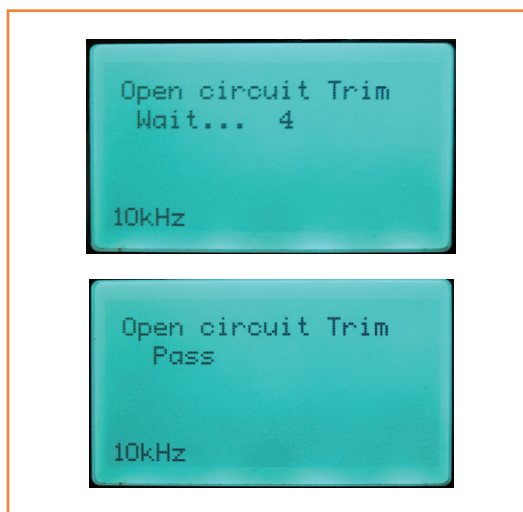

Figure 7 – Fonction de compensation (Trim)
**Trim :** Un appui long sur cette touche permet de lancer la compensation *OUVERT* – *FERMÉ* (*OPEN* – *SHORT*) (**fig. 7**). Les compensations sont effectuées pour chaque fréquence.